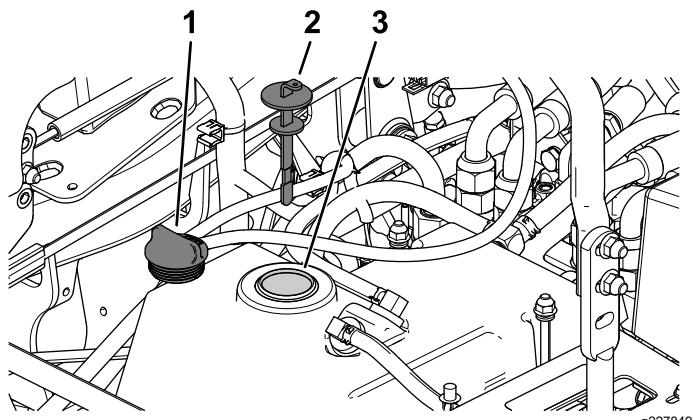

Bild 61
- Nehmen Sie den Deckel des Hydraulikbehälters ab (Bild 61).
- Nehmen Sie den Peilstab heraus und wischen Sie ihn mit einem sauberen Lappen ab (Bild 61).